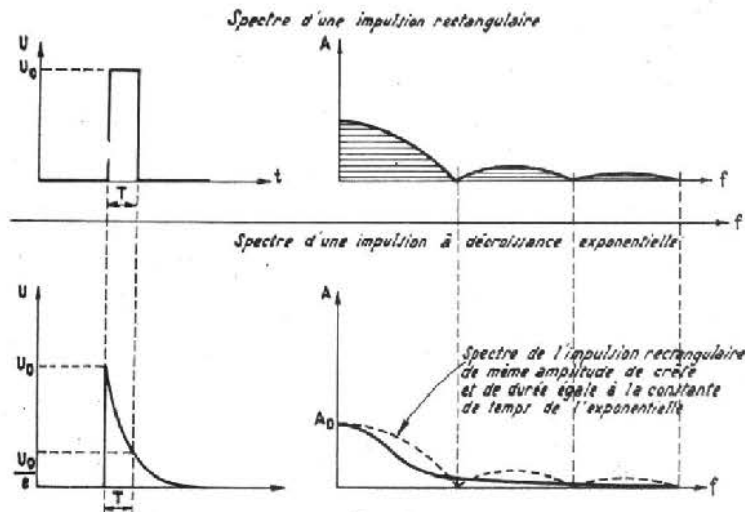

FIG. 2
2) Ceux qu'on appelle « parasites » proprement dits qui occupent un large spectre de fréquences et qui sont produits par des impulsions électriques brèves et longues. On montre aux figures 2 et 3 les spectres de deux impulsions parasites différentes l'une brève et l'autre longue.